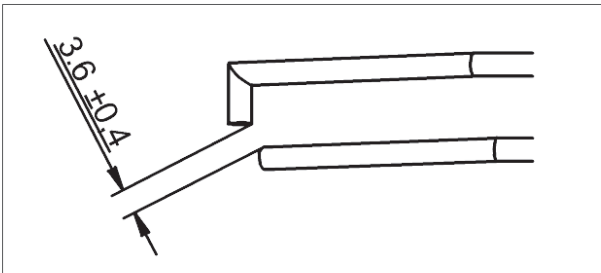

Abbildung 27 - Abstand zwischen den beiden Elektroden
- b. Der Abstand zwischen den beiden Elektroden muss 3,6 ($\pm 0,4$) mm (Abb. 27) betragen.